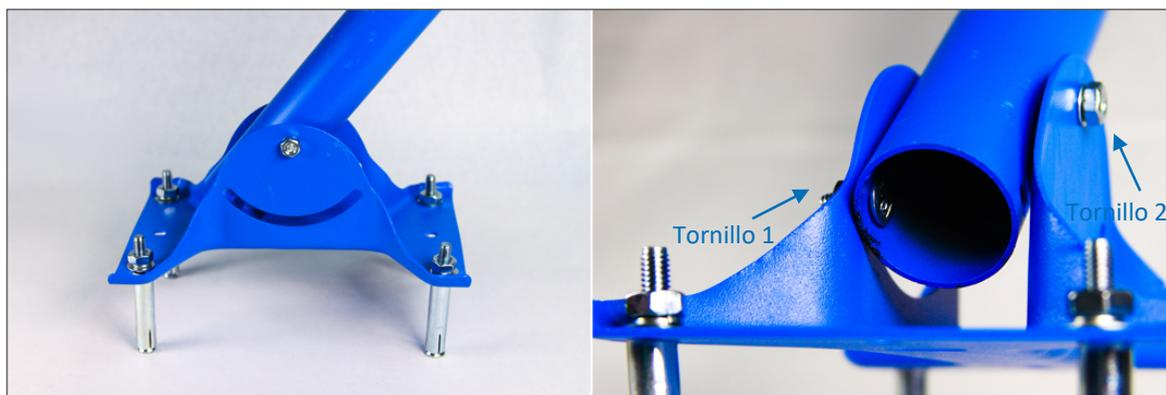

Imagen 17. Instalación de Mástil
Ahora se colocan dos (2) tornillos de cabeza redonda 1/4*15 en la parte inferior del mástil como se indica en la Imagen 17. Los tornillos se meten desde la parte interna del mástil hacia afuera con el fin de que la rosca quede hacia afuera de la base de la antenna. Se coloca una (1) arandela y una (1) tuerca y se aprieta firmemente.